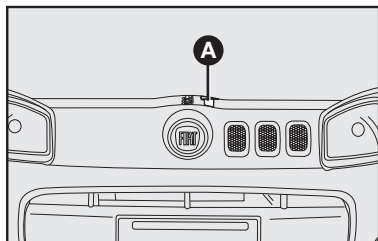

fig. 98
2) mover a trava localizada sob o capô para cima **A-fig. 98**.